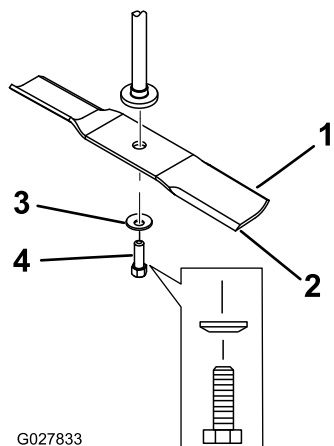

Figura 63
2. Retire a cavilha da lâmina, a anilha curva, e a lâmina do eixo (Figura 63).
1. Instale lâmina no eixo (Figura 63).
2. Instale a anilha curva (lado oval virado para a lâmina) e o parafuso da lâmina (Figura 63).